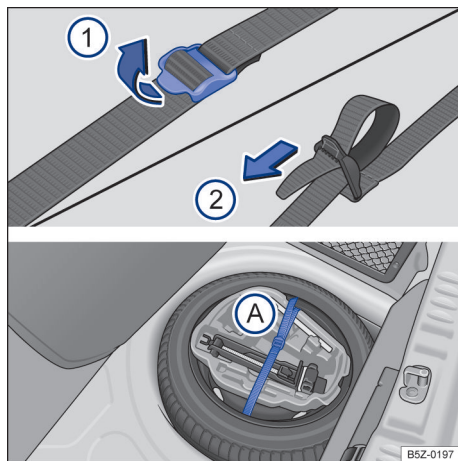

Fig. 113 No compartimento de bagagem: cinta de fixação da caixa de ferramentas e caixa de ferramentas de bordo.
- Para soltar a cinta de fixação → Fig. 113 , puxar a fivela no sentido da seta .